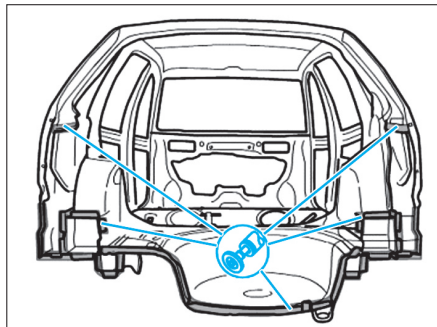

FIG. 121
- Enlever les morceaux restants comme illustré (Fig.121).